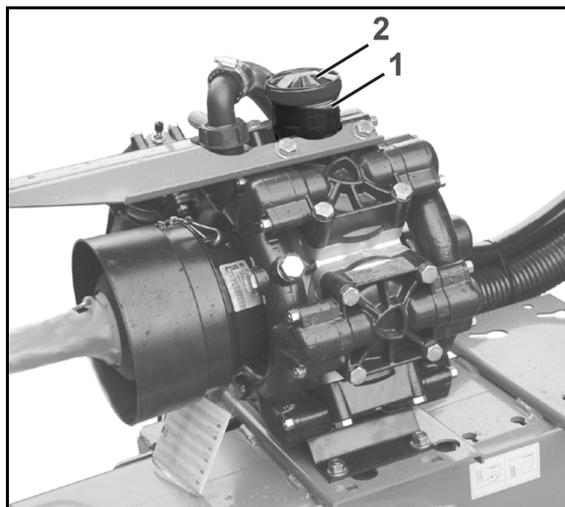

Fig. 190
2. Suelte los tornillos (Fig. 190/1).
3. Retire la tapa de la válvula (Fig. 190/2).
4. Extraer los grupos de válvulas (Fig. 190/3).
5. Retirar Anillo de cierre de la válvula (Fig. 190/4) y la junta tórica (Fig. 190/5).